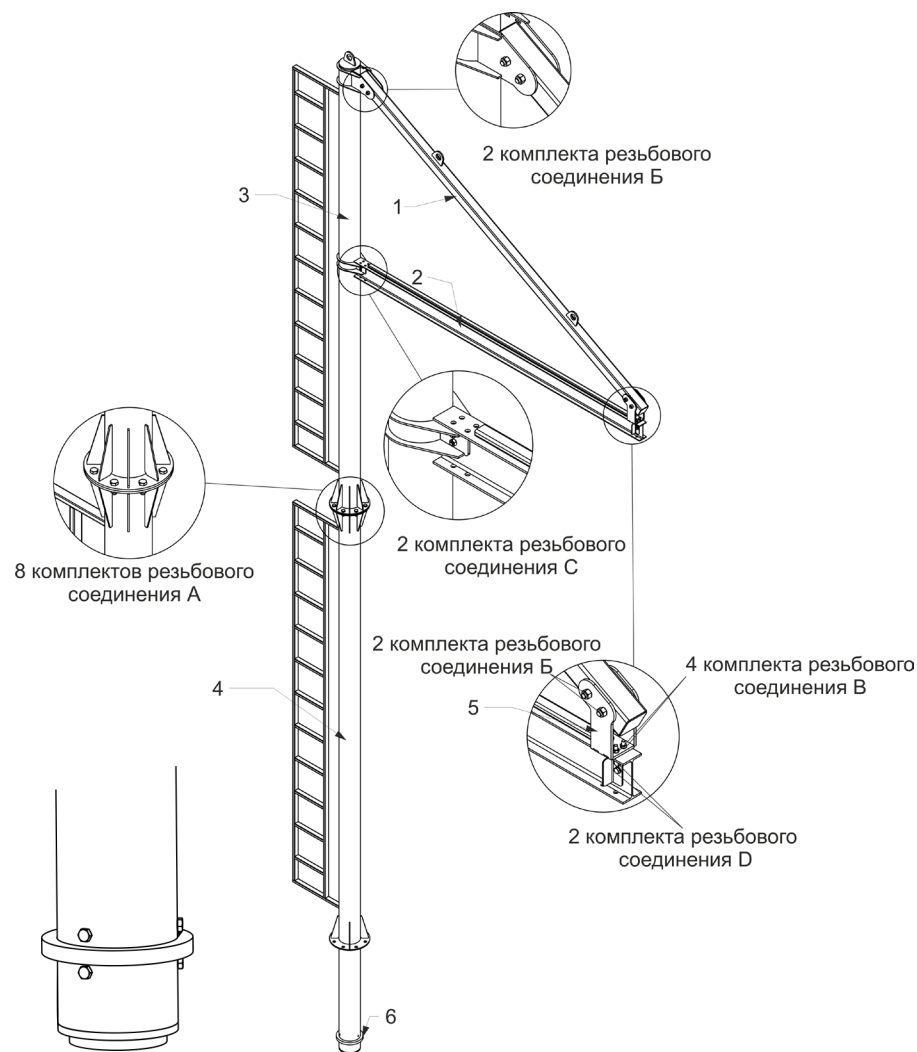

Рисунок 1.
- Надеть на нижнюю часть стойки Подшипник радиальный поз. 5 и зафиксировать его положение шестью болтами M12x35 (рис. 1);